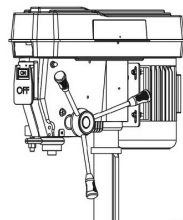

Fig. 6
3. Vissez à la main chacun des trois leviers d'avance dans le boîtier de la poignée jusqu'à ce qu'ils soient bien solides (fig. 6).